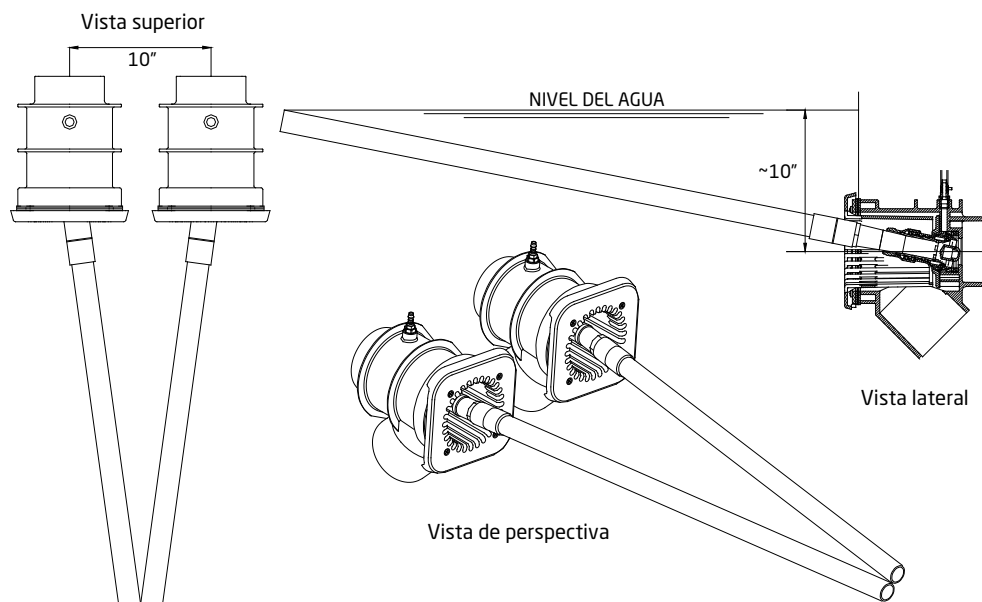

Figura 16
3. Una vez que se haya completado, lleve la herramienta de boquilla azul hasta donde el extremo de la herramienta de boquilla rompe la superficie del agua. Luego, junte las dos herramientas de boquillas para encontrarse. (Ver Figura 16)